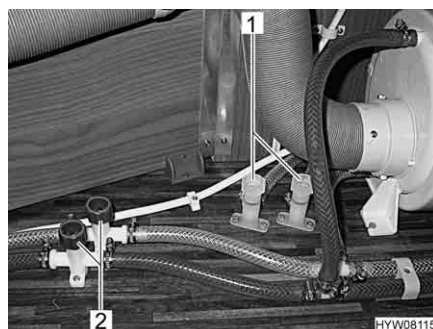

Fig. 136 Rubinetti di scarico per scaldacqua
- Chiudere tutti i rubinetti di scarico. Ruotare i coperchi (Fig. 136,1 e 2) in senso orario.
- Aprire tutti i rubinetti di scarico. A tal fine ruotare i coperchi (Fig. 136,1 e 2) in senso antiorario.